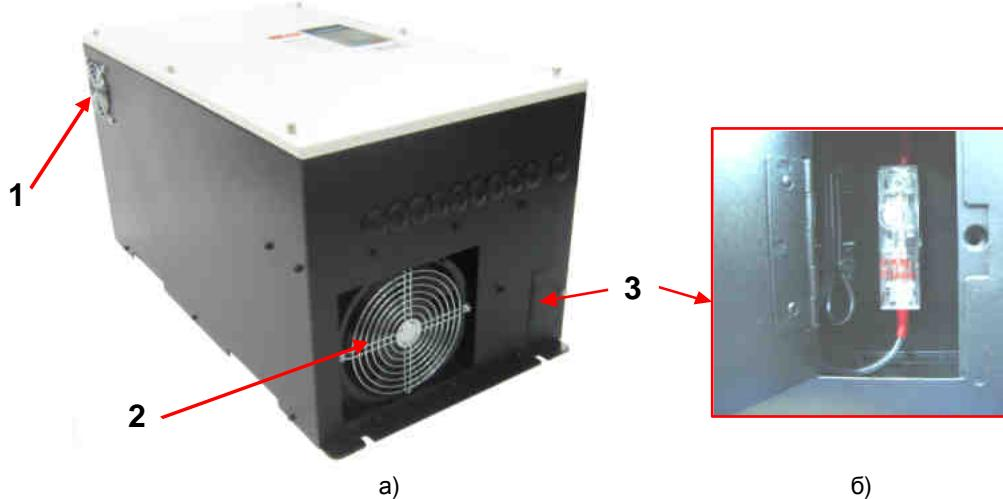

Рис. 4.17. Расположение вентиляторов и предохранителя вентилятора охлаждения радиатора.
- 4.13.4. Если не вращается один из вентиляторов, то он подлежит диагностике. Для этого необходимо его демонтировать согласно раздела 6 и подать питание 220В переменного напряжения на его клеммы. Если не вращается вентилятор охлаждения радиатора, то причиной может быть пробой его предохранителя, при этом будет гореть светодиод неисправности предохранителя. Его можно увидеть, если открыть дверцу отсека предохранителя 3 (рис.4.17). Если после замены вентилятора на заводом исправный вращения не появилось, то необходимо диагностировать цепи питания.